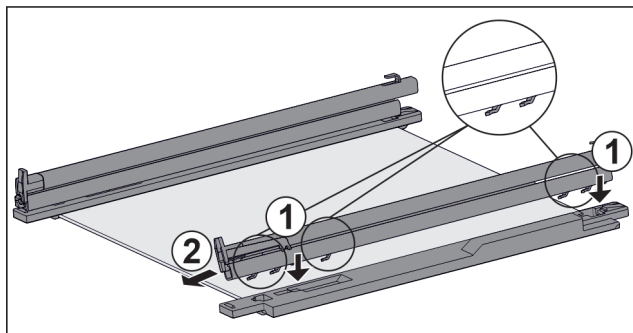

Fig. 132 Üveglap sínekkel és tartóelemekkel
- ▶ A sín horgait tegye fel a **bal** oldali tartóelem nyílásaira. Fig. 132 (1)
- ▶ Húzza előre a sínt. Fig. 132 (2)
- ▶ A sín horgait tegye fel a **jobb** oldali tartóelem nyílásaira. Fig. 132 (1)